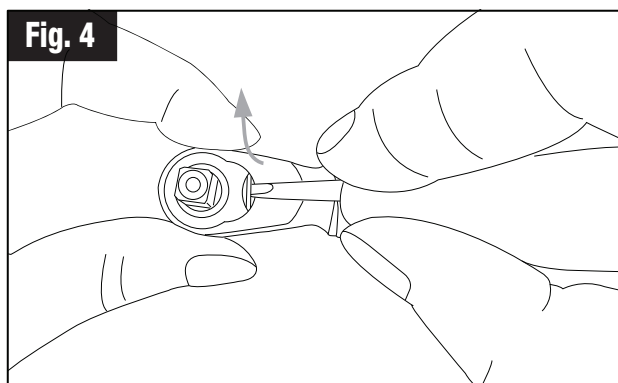

**Fig. 3**
**Paso 3:** Extraiga el estator usando el cortador lateral. Luego se pueden extraer simultáneamente el interruptor, resorte y bola de acero con las pinzas. Ver la fig. 3